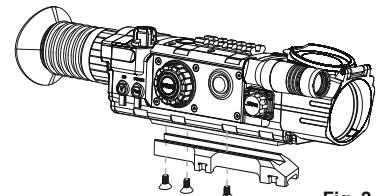

Fig. 2
- Con los tornillos y la llave hexagonal junte el montaje a la base del visor (Fig. 2).